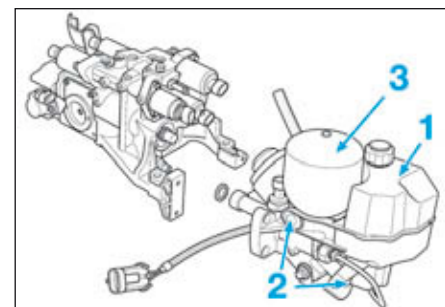

FIG.57
- Vidanger le réservoir (1) (Fig.57) à l'aide d'une seringue.
- Déposer les vis (2), le réservoir et l'accumulateur de pression (3) à l'aide d'une clé à sangle universelle pour filtre à huile.